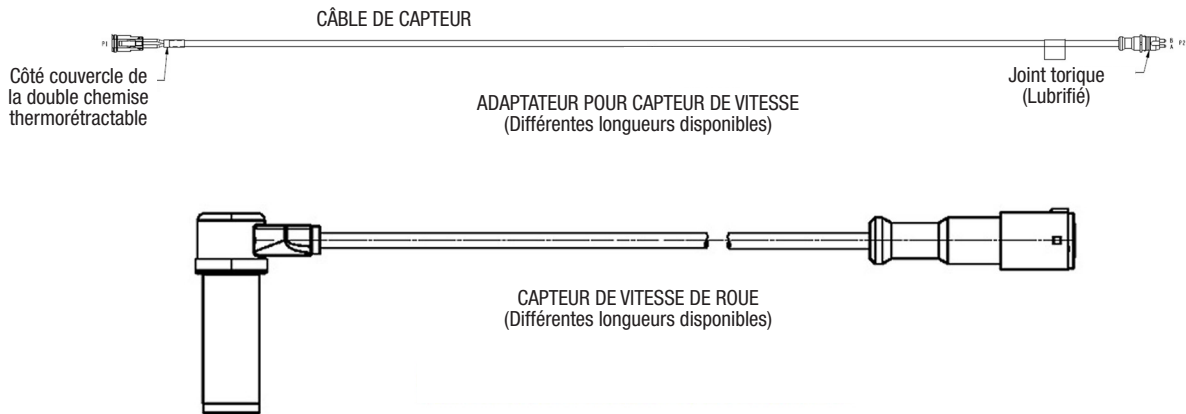

Figure 6 – Exemples de faisceaux de fils torsadés
- **Faisceau de câblage torsadé** : Un faisceau de câblage torsadé est nécessaire. Des faisceaux auxiliaires sont disponibles, selon le besoin. Voir figure 6.
Voir figure 6. Plusieurs faisceaux de fils torsadés sont proposés pour raccorder le module MC avancé TABS-6 aux autres composants du système de la remorque. Les faisceaux torsadés ont un joint d'étanchéité à l'interface du connecteur et ils sont clairement étiquetés pour faciliter leur pose. En raison de la conception surmoulée des faisceaux de câblage, si des dommages ou de la corrosion se produisent, Bendix recommande de remplacer le faisceau complet.
Voir figure 6.